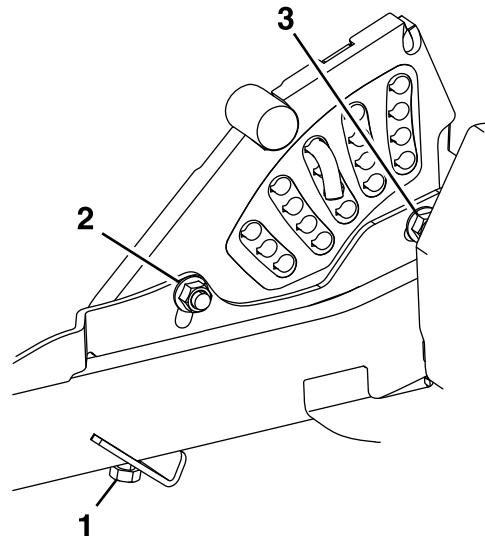

Figura 78
11. Si las 4 tuercas de ajuste de la carcasa no permiten lograr una altura de corte exacta con la inclinación necesaria, puede ajustar el sistema de ajuste de un solo punto (Figura 78).
12. Para ajustar el sistema de un solo punto, primero afloje los pernos de montaje delantero y trasero de la placa de altura de corte (Figura 78).
14. Apriete los 2 pernos en el borde inferior de la placa de ajuste de la altura de corte (Figura 78).